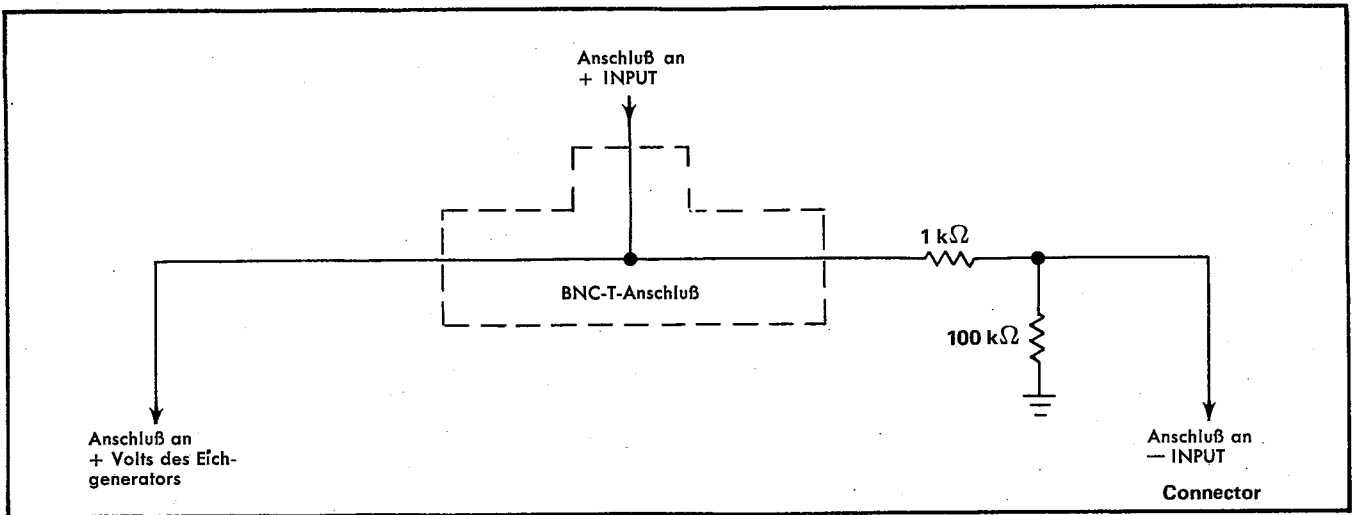

Bild 2-2 Spannungsteiler für Beispiel 4.
3. Ein Spannungsteiler wird hergestellt und wie in Bild 2-2 gezeigt an das BNC-T-Zwischenstück angeschlossen.